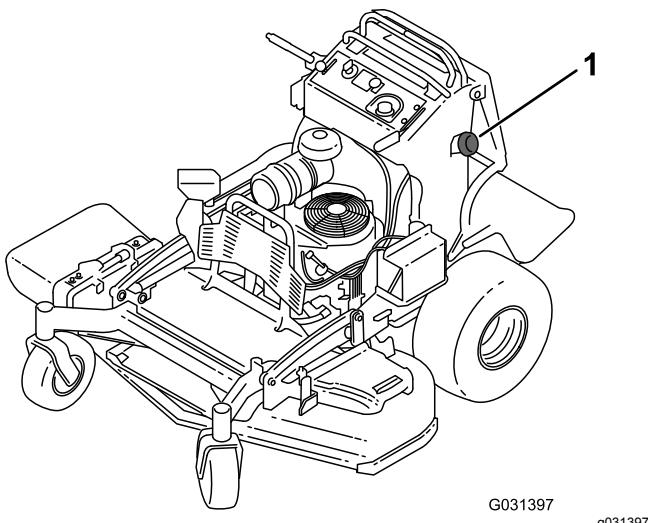

Figura 44
3. Limpe a zona em redor da tampa do depósito de combustível para impedir a entrada de detritos no depósito de combustível (Figura 44).
6. Utilizando uma bomba sifão, drene o combustível para uma lata de gasolina limpa (Figura 44).